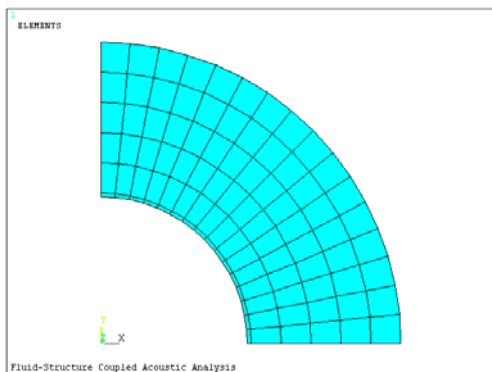

图 11-30 生成网格后的几何模型 (1/4)
⑰依次选择 Main Menu→Preprocessor→Meshing→Mesh→Areas→Mapped→3 or 4 sided, 会弹出“Mesh Areas”对话框, 单击“Pick All”按钮划分网格并关闭该对话框。生成网格后的几何模型如图 11-30 所示。